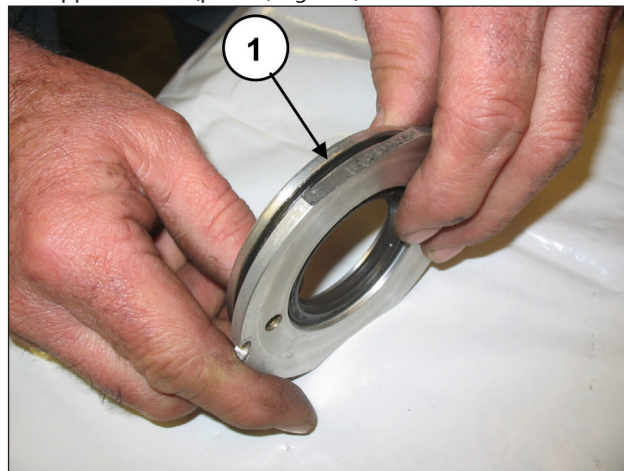
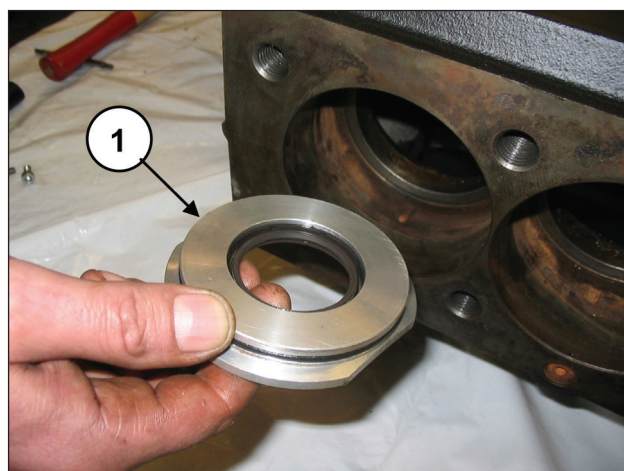

Fig. 140
Fig. 141
Posizionare l'O-ring (pos. ①, Fig. 140) nella sede del coperchio paraolio ed inserire il gruppo montato all'interno del carter nell'apposita sede (pos. ①, Fig. 141).